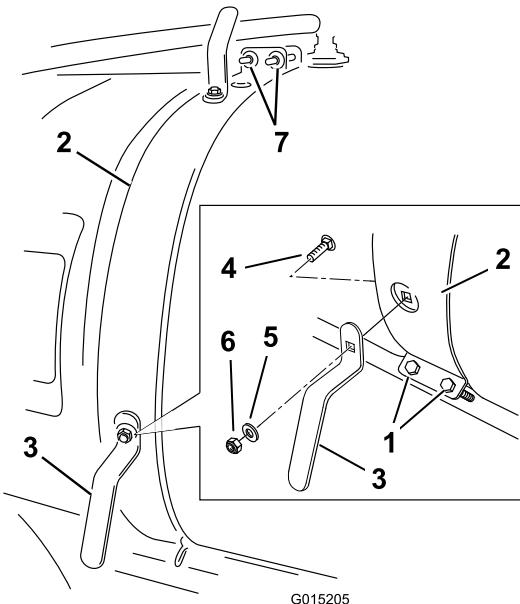

Figura 3
1. Allentate la fascetta frontale del serbatoio sul lato destro (Figura 3).
- Montate il gancio inferiore del flessibile come illustrato in Figura 3 utilizzando un bullone a testa tonda (5/16 x 3/4 poll.), una rondella (3/8 poll.) e un dado di bloccaggio (5/16 poll.).
- Montate il gancio superiore del flessibile come illustrato in Figura 3 utilizzando un bullone a testa tonda (5/16 x 3/4 poll.), una rondella (3/8 poll.) e un dado di bloccaggio (5/16 poll.).